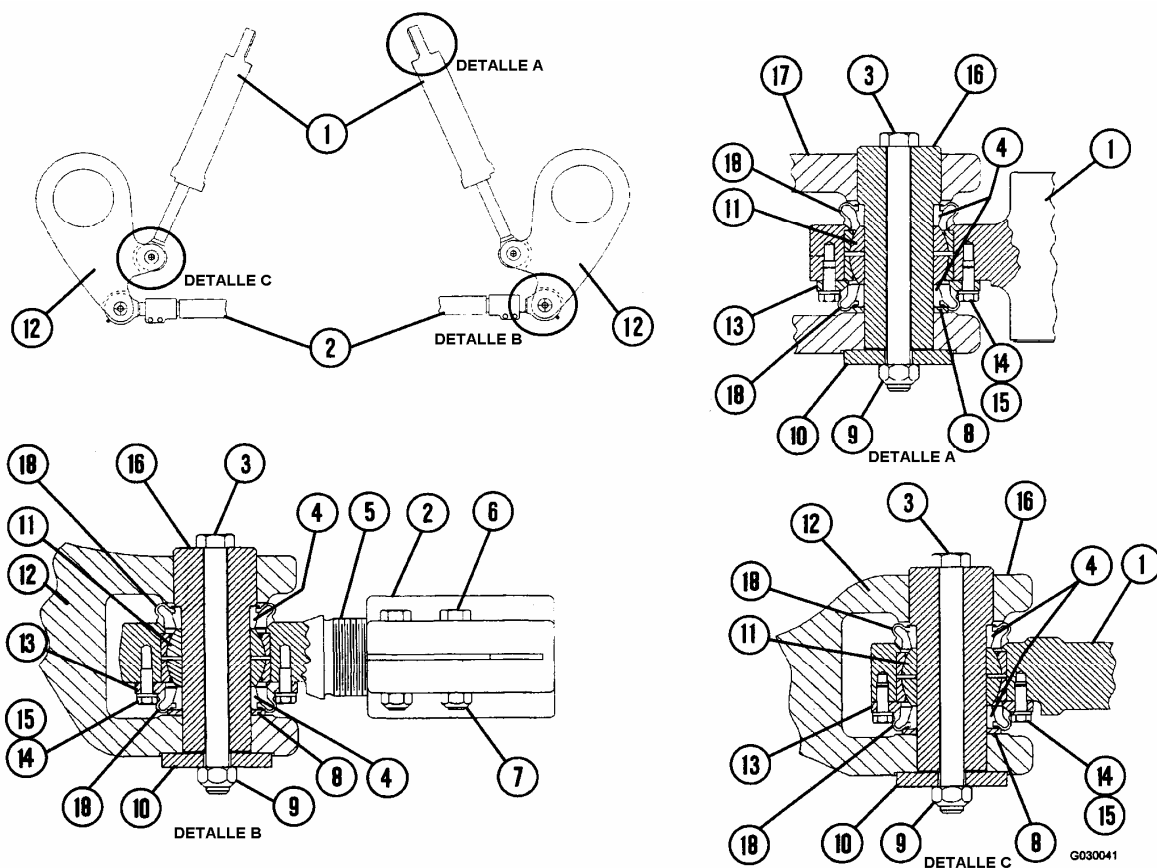

FIGURA 3-10. MONTAJE DEL CILINDRO DE LA DIRECCION Y TIRANTE DE ACOPLAMIENTO
4. Retire las tuercas fijadoras (9, Figura 3-10), los pernos (3) y los retenes (10) de ambos extremos del conjunto.
5. Retire los pasadores (16) de cada extremo del conjunto y lleve el conjunto a un área de trabajo limpia.
NOTA: Use la herramienta de alineación de la camisa EH4638 (incluida en el grupo de herramientas) para sostener los espaciadores del rodamiento (4, Figura 3-10) y los rodamientos esféricos (11) en posición cuando se insertan los pasadores durante el ensamblado.
1. Alinee el cilindro de la dirección (1) o el núcleo del extremo del tirante de acoplamiento (5) con los diámetros del pasador en el husillo o en el bastidor. Inserte los espaciadores del rodamiento (4) y la golilla (8).
Siempre instale los pernos de retención del pasador desde la parte superior con la tuerca fijadora en el lado inferior en el brazo de la dirección como se muestra en la Figura 3-10.
5. Cuando el ajuste está completo, apriete las tuercas fijadoras de la abrazadera (7, Figura 3-10) en el tirante de acoplamiento a **420 ± 42 N.m (310 ± 31 ft. lbs.)**.